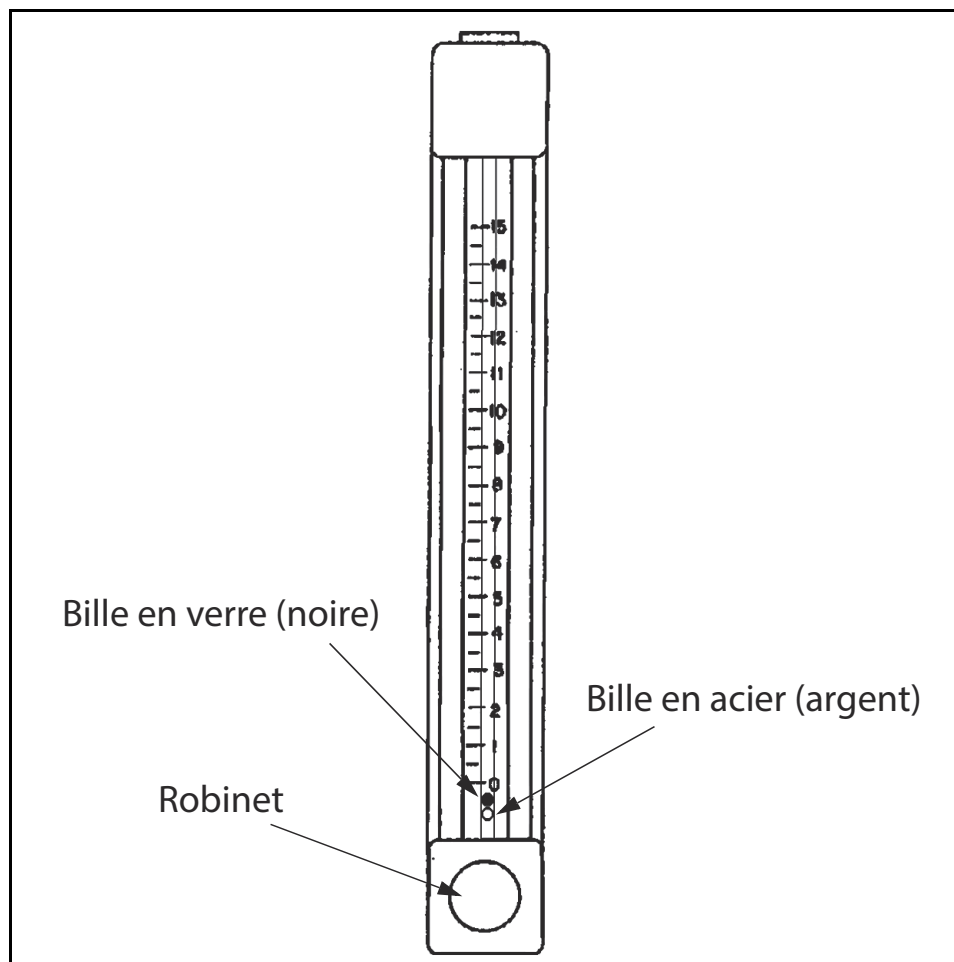
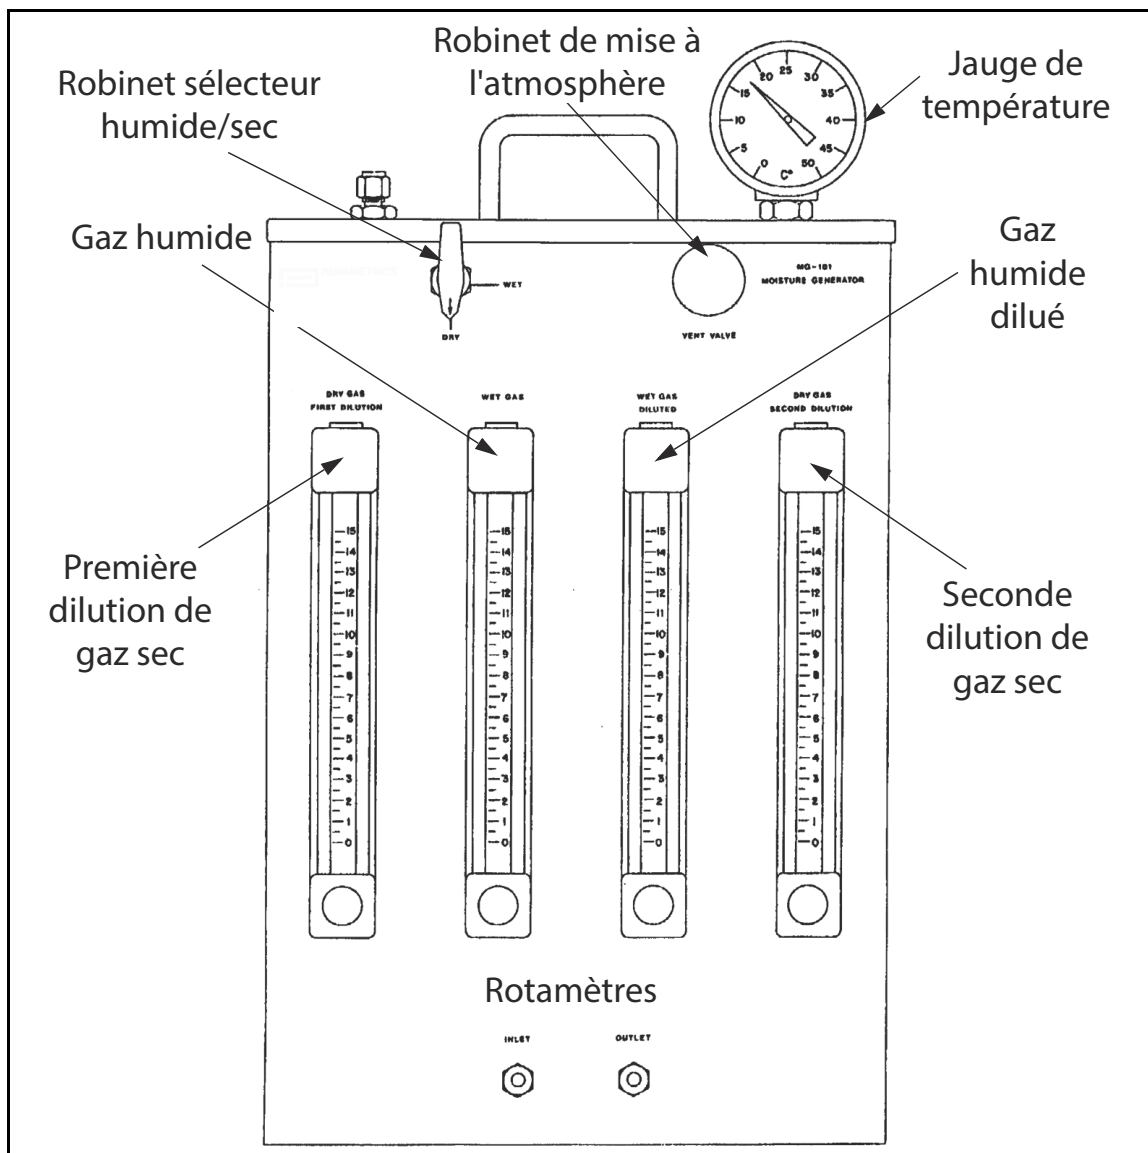

Figure 5 : Robinet et billes de rotamètre
Figure 6 : Rotamètres et robinets
Pour utiliser le MG-101, procédez comme suit en vous aidant de la *Figure 5* ci-dessous et de la *Figure 6*, page 9 :
**Remarque :** Les rotamètres sont de type à bille flottante, à double plage, chacun d'eux ayant une bille en acier et une bille en verre. Lorsque vous lisez les rotamètres, veillez à observer la bille en acier ou la bille en verre (voir *Figure 5* ci-dessous) selon les instructions données (les nombres figurant dans les tableaux sont suivis d'un S ou d'un G pour désigner le matériau de la bille).
Pour les points d'étalonnage qui se trouvent dans le **tableau de données 3**, reportez-vous à la *Figure 6, page 9* et procédez comme suit :
Pour les points d'étalonnage qui se trouvent dans le **tableau de données 2**, reportez-vous à la *Figure 6, page 9* et procédez comme suit :